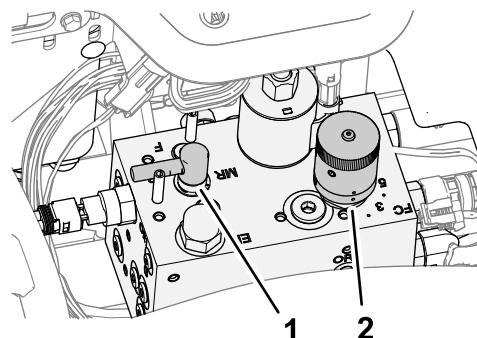

Figura 94
4. Spostate la leva di lappatura in posizione R (lappatura) (Figura 94).